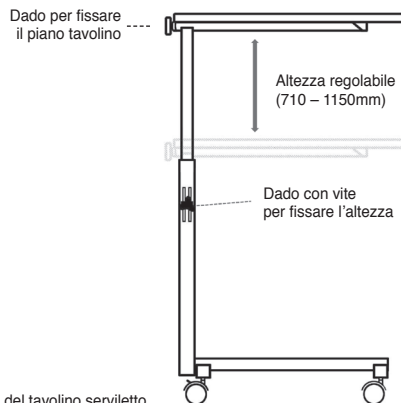

FIGURA 2 Uso del tavolino serviletto
**4 Uso del tavolino serviletto (ℹ Fare riferimento alla FIGURA 2)**